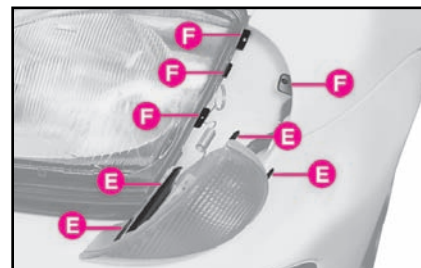

fig. 19
6) remettre en place le groupe transparent, en insérant les languettes **E**-fig. 19 dans les glissières **F** sur le côté du phare;